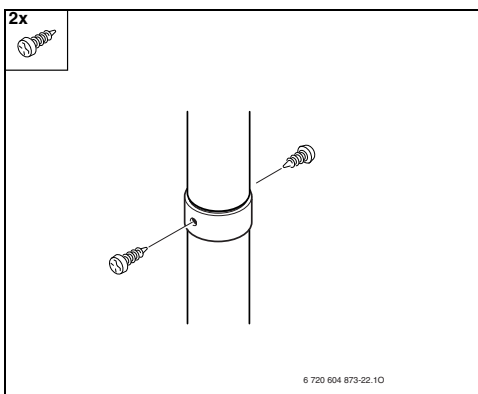

Fig. 34
► Fijar la unión con los tornillos suministrados (Fig. 34).